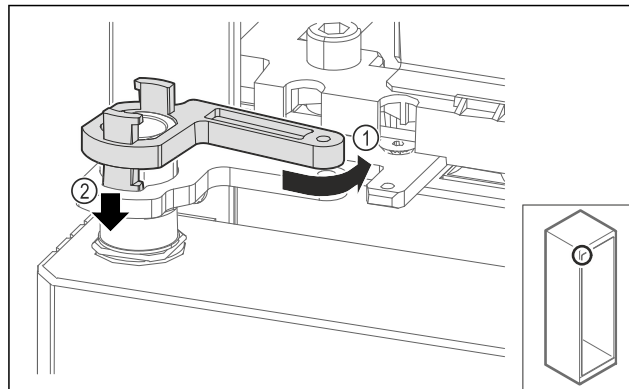

Fig. 67
- ▶ Слегка поверните фиксатор опорного кронштейна в обратную сторону Fig. 67 (1), нажмите на него сверху вниз Fig. 67 (2) и заблокируйте в шарнирном уголке.